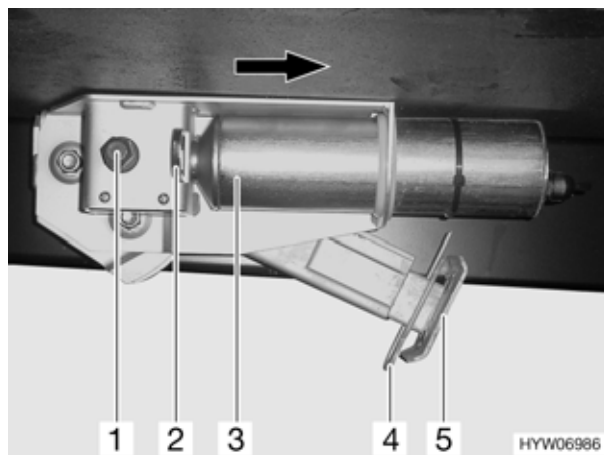

Fig. 22 Piedino di stazionamento elettrico
- Estrarre la copiglia (Fig. 22,4) dal prolungamento dell'estremità del piedino (Fig. 22,5).
- Premere all'interno l'archetto di sicurezza (Fig. 22,2).
- Spostare il motore (Fig. 22,3) in direzione della freccia fino alla battuta.
- Uscire o rientrare i piedini di stazionamento come piedini meccanici agendo sull'esagono (Fig. 22,1).
- Estrarre l'archetto di sicurezza (Fig. 22,2) fino all'arresto.